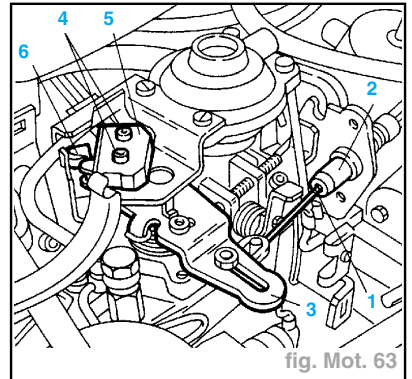

fig. Mot. 63
- manoeuvrer le levier d'accélérateur (3) jusqu'à ce que le repère (1) coïncide avec la gaine (2) ; desserrer les vis (4) de fixation de l'interrupteur (5) et déplacer celui-ci jusqu'à ouverture du contact (6) ; serrer ensuite les vis (fig. Mot. 63).